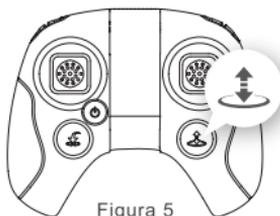

Figura 5
2) Premere il pulsante di atterraggio automatico (Figura 5)